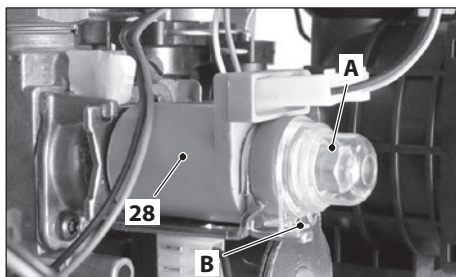

Figura 7.1
- Rimuovere il tappino di protezione **A** dell'operatore modulante 28 in Figura 7.1 ruotandolo in senso orario per liberarlo dal fermo **B** e facendo leva con un cacciavite piatto nella scanalatura.